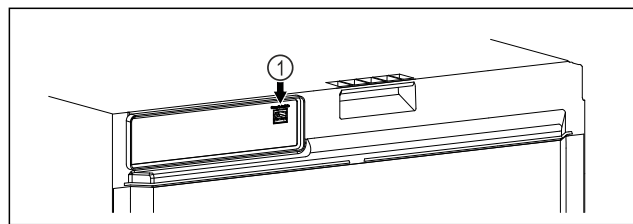

Fig. 103
- ☐ A SmartModule Fig. 103 (1) be van helyezve.